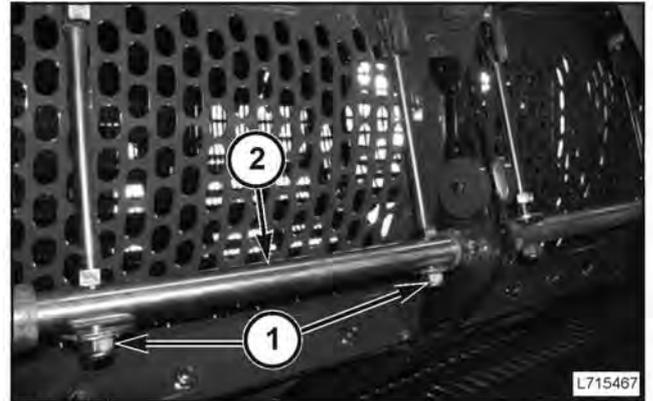

FIG. 164
FIG. 164: ajustar la posición del cóncavo aflojando o apretando las tuercas (1) en cada lado de los ejes (2) del cóncavo sobre el lado izquierdo de la cosechadora.